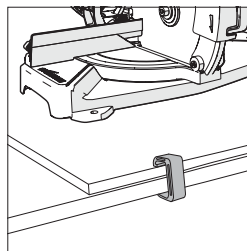

Fig. 2
- Use abrazaderas «G» para unir el tablero de montaje a la superficie de trabajo (**Fig. 2**).